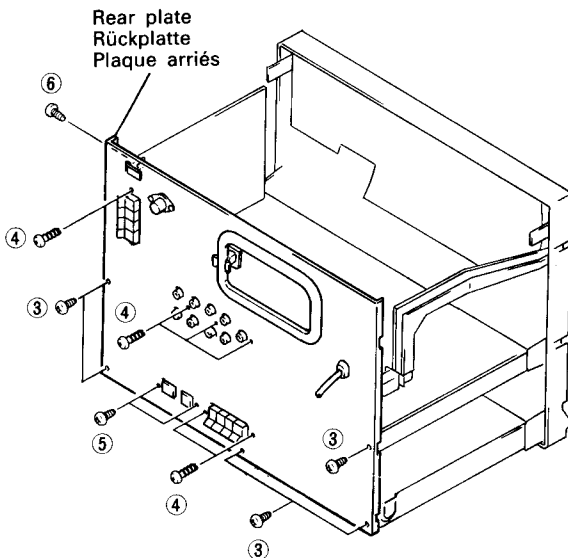

Fig. 2 Abb. 2
2. **Rückplatte (Abb. 2)**
**2. Plaque arrière (Fig. 2)**